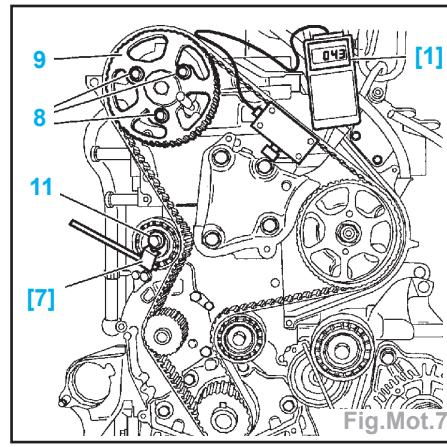

Fig.Mot.7
- Mettre en place l'outil [1] (Fig.Mot.7).